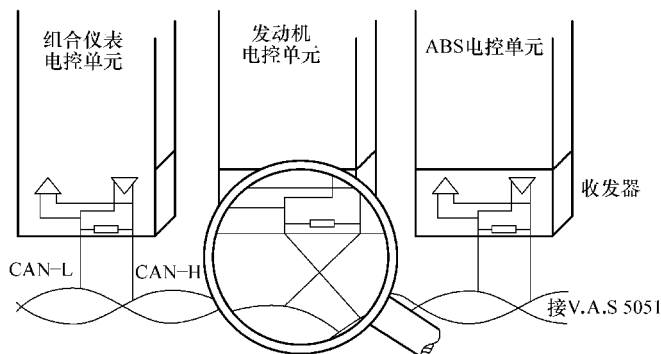
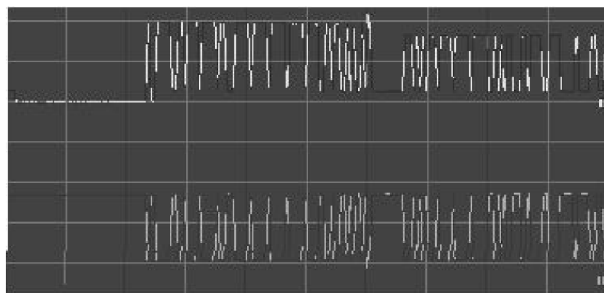

图 10-57 CAN-L 与 CAN-H 交叉连接
图 10-58 CAN-L 与 CAN-H 交叉连接波形
4) CAN-L 与 CAN-H 交叉连接，如图 10-57 所示。CAN-L 与 CAN-H 交叉连接是指 CAN-L 与 CAN-H 上出现交叉连接区域，其故障波形如图 10-58 所示。